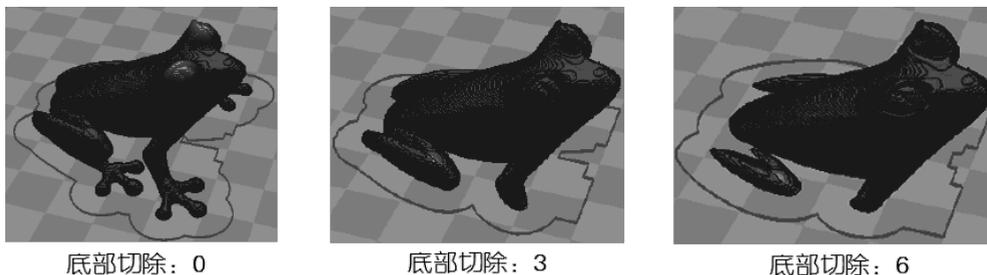

图3-95 “底部切除”示例
- 底部切除：即下沉模型，将模型底部按设置值剪裁掉。下沉进平台的模型部分不会被打印出来，因此当模型底部不平，或者太大时，可以使用这个参数，切除一部分模型再打印。具体使用情况如图3-95所示。